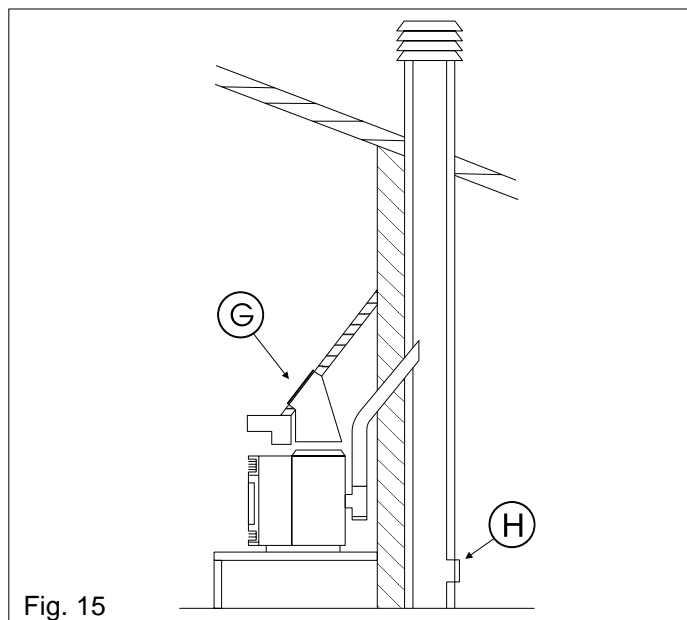

Fig. 15
- 7°) prevedere un eventuale portello nella parte superiore per l'introduzione dei pellets attraverso la tramoggia **(G)** della stufa Fig. 15.
- 8°) prevedere camera di calma o di decantazione con portello d'ispezione e pulizia alla base della canna fumaria **(H)** Fig. 15.